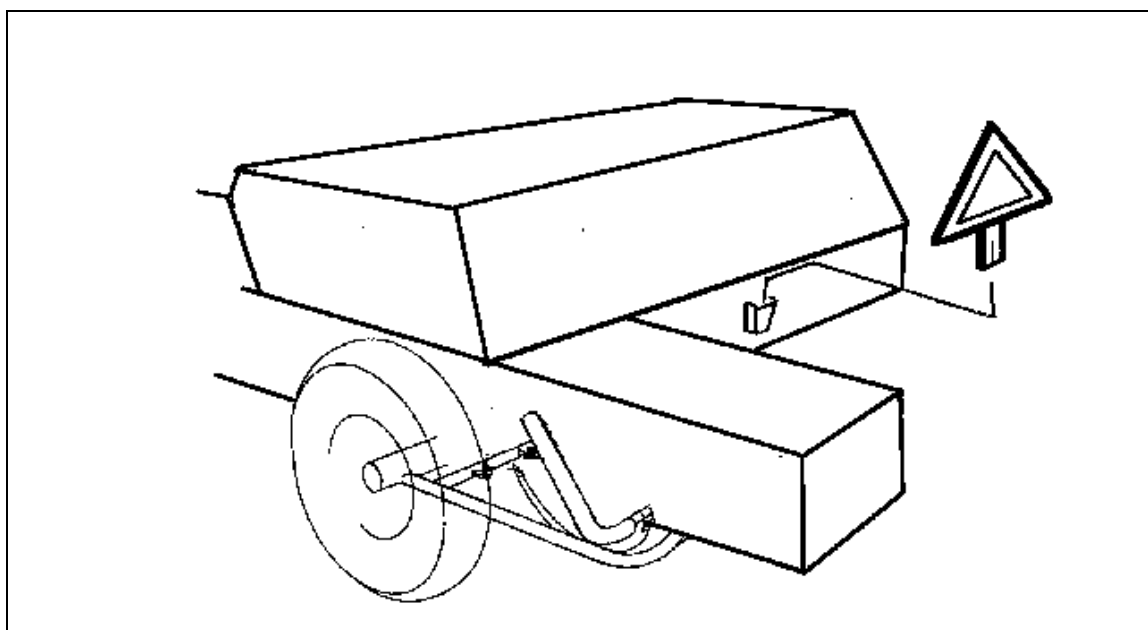

Рис. 1. Место крепления аварийного треугольника.
1. Производитель поставляет пресс в комплектном состоянии вместе с руководством по эксплуатации и гарантийным талоном, а также с запасными частями, указанными в руководстве. При приемке следует проверить полученные документы и соответствие номера прессы, указанного на заводском щитке и раме, с указанным в документах номером (смотри рис. 1).
3. Пресс-подборщики оснащены электрической осветительной сетью и катафорами. Перед выездом на дорогу общего пользования в обязательном порядке следует проверить действие электрической осветительной сети и вложить аварийный треугольник в кронштейн, находящийся на заднем защитном экране прессы (смотри Рис. 1).
6. На время транспортировки на пресс-подборщике следует установить аварийный треугольник. Рис.1